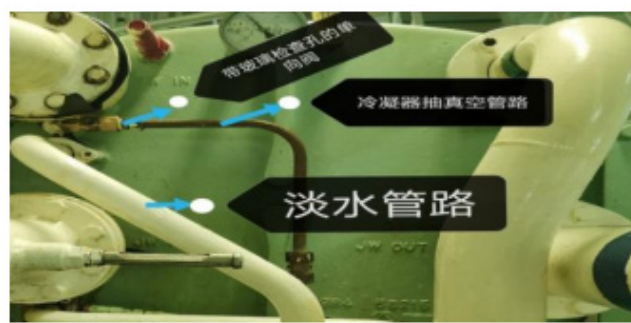

图8造水机冷凝器检查孔位置图
(3)冷凝器下部有两个出口孔,如图8示,下部一个连接淡水泵,把造出的淡水抽走;上部还有一个孔为抽冷凝器真空的孔,其连接到喷射泵,它的作用是将冷凝器内部抽真空,保证冷凝器内部的真空度比造水机内部冷凝器外部的真空度要高,这样会使水蒸气有动力进入冷凝器,而水蒸气进入冷凝器后冷凝成水。冷凝器内部始终保持真空度比造水机内部其他部分高,这就要保证连接这个孔的管路密封性良好,否则一旦管路不密封,会吸入外界空气破坏了冷凝器内部的真空度,导致造水量减少,隐蔽性极强,不易发现。抽真空的管路上还有一个带玻璃检查孔的单向阀如图示中说明,如果玻璃检查孔内有水出现,说明淡水泵有故障打水能力不够,不足以把造出的淡水抽走,需要对淡水泵进行维修。